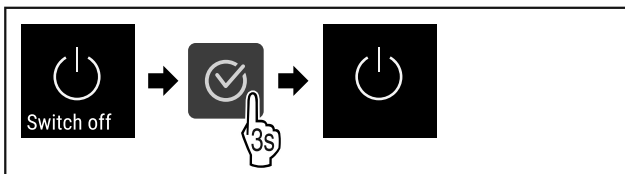

Fig. 58
▶ Végezze el a gyakorlati lépéseket (lásd Fig. 58).